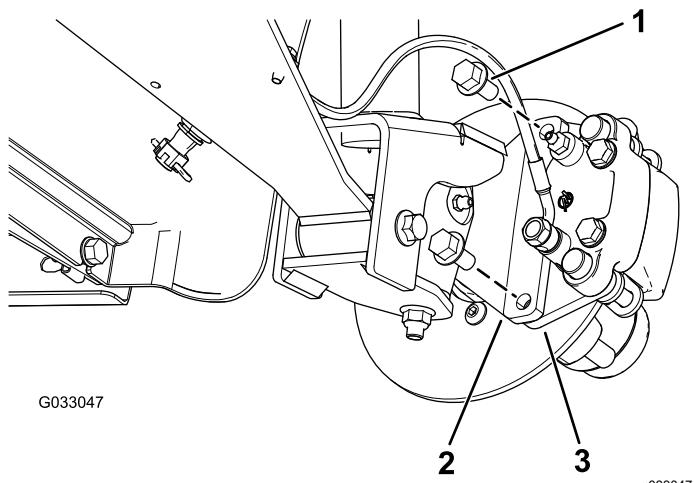
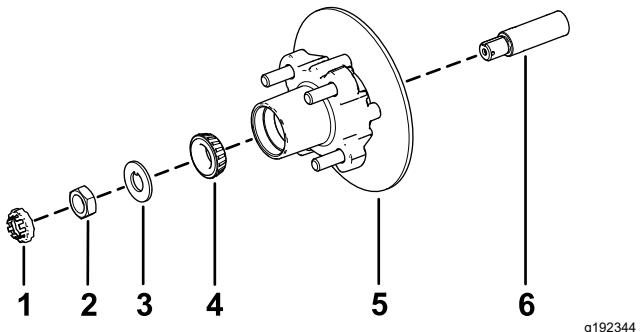

Figure 29
Figure 33
3. Retirez les boulons à embase ($\frac{3}{8}$ " x $\frac{3}{4}$ ") qui fixent le support du frein à la fusée et séparez le frein de la fusée (Figure 29).
- Appliquez une fine couche de la graisse spécifiée sur la fusée (Figure 33).
- Montez le moyeu et le rotor sur la fusée en plaçant le rotor à l'intérieur (Figure 33).
- Montez le roulement extérieur sur la fusée et poussez le roulement contre la bague (Figure 33).
- Montez la rondelle-frein à languette sur la fusée (Figure 33).
- Vissez l'écrou de fusée sur la fusée et serrez l'écrou à 15 N·m tout en tournant le moyeu pour bien asseoir le roulement (Figure 33).
- Alignez les plaquettes de frein de chaque côté du rotor (Figure 29) et alignez également les trous dans le support d'étrier et ceux de la fixation du frein sur le porte-fusée (Figure 33).
- Fixez le support d'étrier au porte-fusée (Figure 29) à l'aide de 2 boulons à embase ($\frac{3}{8}$ " x $\frac{3}{4}$ "). Serrez les 2 boulons à embase à un couple de 47 à 54 N·m.